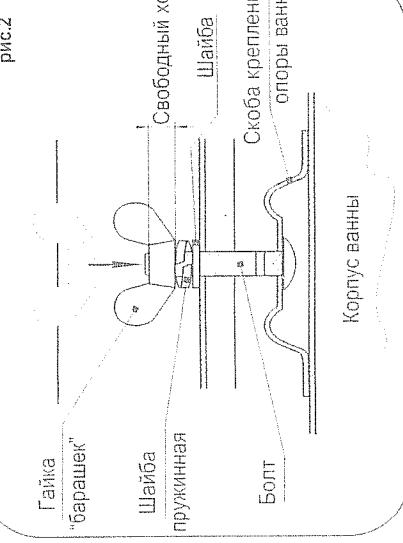

рис.2
3. Снимите защитный пластмассовый чехол со скобы крепления опоры ванны, (см. рис. 2).
5. Установите опору с маркировкой «1» со стороны отверстия слива (см. рис. 1 разрез В и рис. 2); наденьте опору на установлененный в отверстие скобы болт М6х30, предварительно установив прокладки на радиусные поверхности опоры.